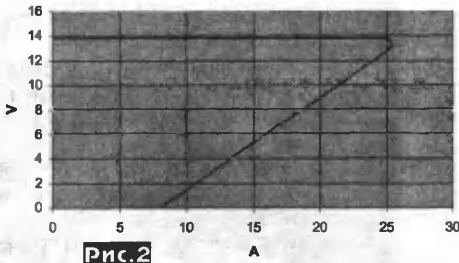

Рис.2
ется постоянной времени $R4C3$. На транзисторах VT10, VT9, VT3-VT8 собран стабилизатор выходного напряжения. При его разработке за основу была взята схема [1, 3], обладающая целым рядом полезных свойств. Во-первых, выводы коллекторов силовых транзисторов соединены с земляным проводом. Поэтому транзисторы могут монтироваться на радиатор без изоляционных прокладок. Во-вторых, в нем реализована система защиты от КЗ с обратноспадающей характеристикой (рис. 2). Следовательно, ток короткого замыкания будет в несколько раз меньше максимального. Коэффициент стабилизации более 1000. Минимальный перепад напряжения между входом и выходом при токе 25(30) А - 1,5 В. Выходное напряжение определяется стабилизатором VD6, и будет примерно на 0,6 В больше его напряжения стабилизации. Порог срабатывания защиты по току определяется резистором $R16$. При увеличении его номинала ток срабатывания уменьшается. Величина тока короткого замыкания зависит от соотношения резисторов $R5$ и $R17$. Чем больше $R5$, тем ток КЗ меньше. Однако, стремиться значительно увеличить номинал $R5$ не стоит, так как через этот же резистор осуществляется начальный запуск стабилизатора, который может стать неустойчивым при пониженном напряжении сети. Конденсатор $C5$ предотвращает самовозбуждение стабилизатора на высоких частотах. В цепь эмиттеров силовых транзисторов включены выравнивающие резисторы 0,2 Ом для 25-амперного варианта блока питания, или 0,15 Ом для 30-амперного. Падение напряжения на одном из них используется для измерения выходного тока. На транзисторе VT11 и тиристоре VS1 собран узел аварийной защиты. Он предназначен для предотвращения попадания на выход повышенного напряжения в случае пробоя регулирующих транзисторов. Его схема позаимствована из [2]. Принцип работы очень простой. Напряжение на эмиттере VT11 стабилизируется стабилизатором VD7, а на базе - пропорционально выходному. Если на выходе появится напряжение больше 16,5
Прежде чем приступать к настройке следует обратить внимание на то, что описываемый блок питания является достаточно мощным электроприбором, при работе с которым необходима осторожность и строгое соблюдение правил техники безопасности. В первую очередь не стоит торопиться сразу включить собранный блок в сеть 220 В, прежде необходимо проверить работоспособность основных узлов схемы. Для этого следует установить движок переменного резистора R6 в правое крайнее по схеме положение, а резистора R20 в верхнее. Из резисторов, образующих R16, следует установить только один, на 150 Ом. Устройство аварийной защиты необходимо временно отключить, отпаяв его от остальной схемы. Далее на С1 подать напряжение 25 В от лабораторного блока питания с током защиты от КЗ 0,5-1 А. Через примерно 0,7 секунд должны сработать реле К1, включиться вентилятор, а на выходе появиться напряжение 13,8 В. Величину выходного напряжения можно изменить подбором стабилитрона VD6. Проконтролировать напряжение на двигателе вентилятора, оно должно составлять примерно 12,2 В. После этого необходимо откалибровать измеритель напряжения. К выходу блока питания подключить эталонный вольтметр, желательно цифровой, и подстройкой R20 установить стрелку прибора PV1 на деление, соответствующее показаниям эталонного вольтметра. Для настройки устройства аварийной защиты необходимо подать на него напряжение 10-12 В от лабораторного регулируемого источника питания через резистор 10-20 Ом (2 Вт). При этом оно должно быть отключено от остальной схемы! Параллельно тиристор VS1 включить вольтметр. Далее плавно повышать напряжение и засечь последнее показание вольтметра, после которого его показания резко упадут до значения 0,7 В (открылся тиристор). Подбором номинала R23 установить порог срабатывания на уровне 16,5 В (максимально допустимое напряжение питания трансивера согласно инструкции по эксплуатации). После этого подключить устройство аварийной защиты к остальной схеме. Теперь можно включить блок питания в сеть 220 В. Далее следует настроить схему защиты от КЗ. Для этого к выходу блока питания через амперметр на ток 25-30 А подключить мощный реостат с сопротивлением 10-15 Ом. Плавно уменьшая сопротивление реостата от максимального значения до нуля, снять нагрузочную характеристику. Она должна иметь вид, показанный на рис.2, но с изгибом при токе нагрузки 3-5 А. При сопротивлении реостата, близком к нулю, должна включиться аварийная звуковая сигнализация. Далее следует по одному вплавлять остальные резисторы (по 150 Ом), составляющие сопротивление R16, каждый раз проверяя значение максимального тока, пока его значение составит 26-27 А для 25-амперного варианта или 31-32 А для 30-амперного. После настройки защиты от КЗ необходимо откалибровать устройство измерения выходного тока. Для этого установить при помощи реостата ток нагрузки 15-20 А и подстройкой резистора R6 добиться одинаковых показаний стрелочного прибора PA1 и эталонного амперметра. На этом настройку блока питания можно считать законченной и можно приступать к тепловым испытаниям. Для этого необходимо полностью собрать прибор, при помощи реостата установить выходной ток 15-20 А и оставить включенным на несколько часов. После чего убедиться, что в блоке ничего не вышло из строя, а температура